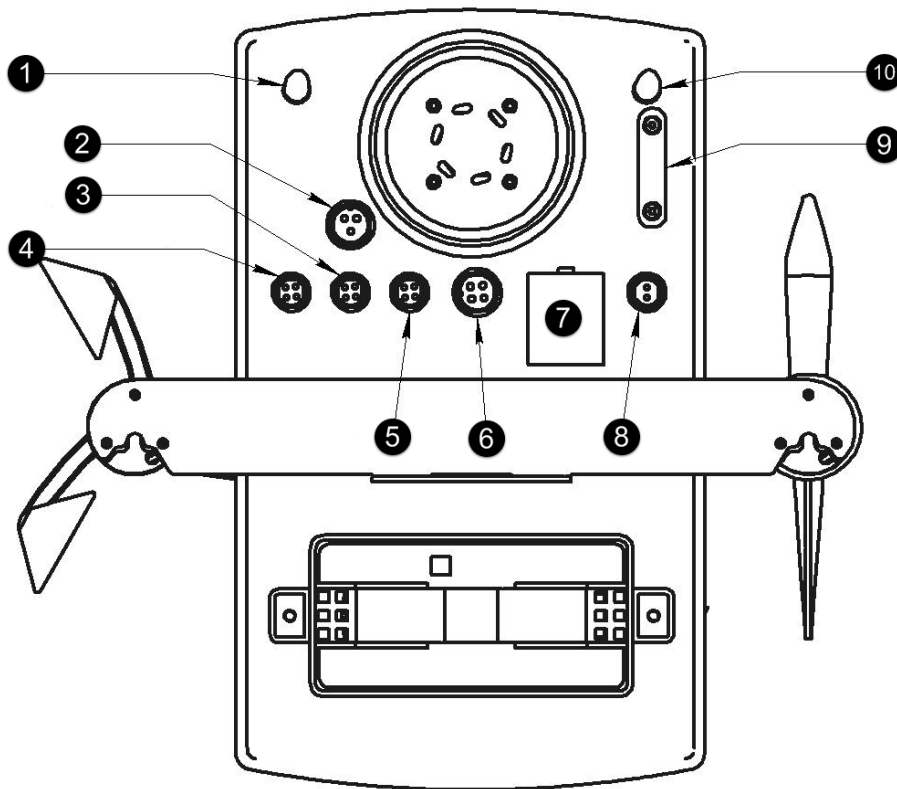

Рисунок 2 — Расположение разъемов на нижней панели станции «СОКОЛ-М1»
- 4) подключить интерфейсные кабели измерителей скорости и направления ветра к разъемам 4 и 5 (рис. 2)
- 2) подключите интерфейсный кабель к разъему 7 станции «СОКОЛ-М1» (см. рис. 2);
- 3) включите питание станции «СОКОЛ-М1». Для этого с помощью ключа переведите переключатель 8 (см. рис. 2) в положение «ВКЛ»;
- 3) выключите питание станции «СОКОЛ-М1». Для этого с помощью ключа переведите переключатель 8 (см. рис. 2) в положение «ВЫКЛ»;